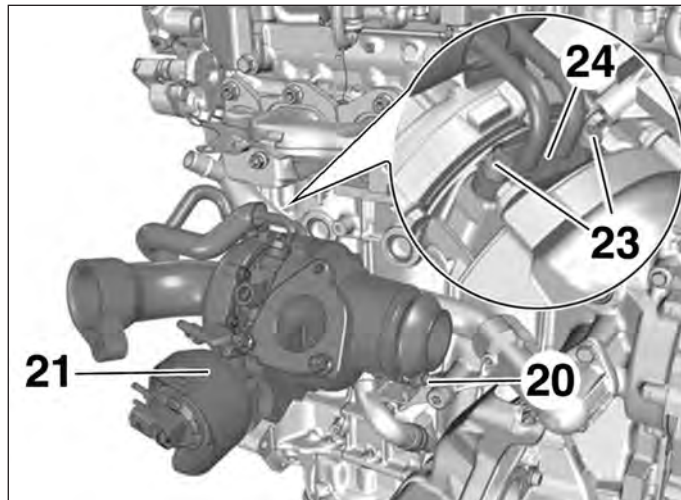

FIG.69
- les vis (23) (Fig.69),
- le raccord de refroidissement (24).
- Desserrer le boulon (20).
- Déposer le turbocompresseur (21).